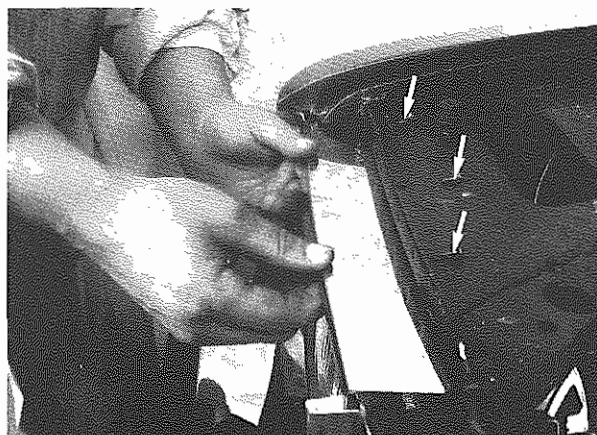

Fig. 15 - Viti di fissaggio profilo superiore
- Allentare ed estrarre le viti di **Fig. 15** e smontare il profilo superiore.
- Loosen and remove screws of **Fig. 15** and remove upper rim.